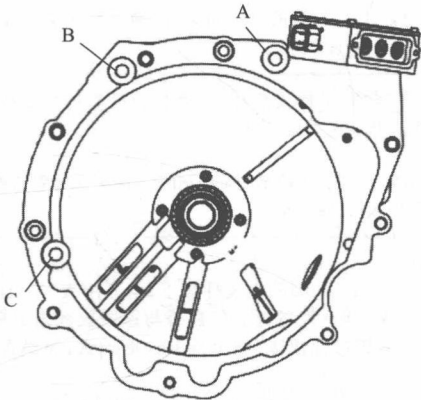

图 1-2-1
(1) 使用工具
- ❶ 十字螺丝刀。
- ② 一字螺丝刀。
- ③ 10mm、12mm 套筒。
(2) ISG 电动机总成的拆卸方法
- ① 拆卸三相线及电动机接插件后，按照常规减速器的拆卸方法，将减速器与动力总成脱离，且留出足够电动机取出的距离。
- ② 逆向拆卸螺栓与定位销，取下 ISG 电动机总成。
(3) ISG 电动机总成安装
- ① 螺栓装配要求：预紧所有螺栓，以对角方式拧紧螺栓，且优先拧紧销孔处的螺栓。
- ② 先将发动机放置或锁定在安装台架上，保证发动机安装面不受干涉。
- ③ 装入 ISG 电动机总成。按图 1-2-1 标识首先安装螺栓 A、B、C，由 ISG 电动机端拧入发动机缸体。